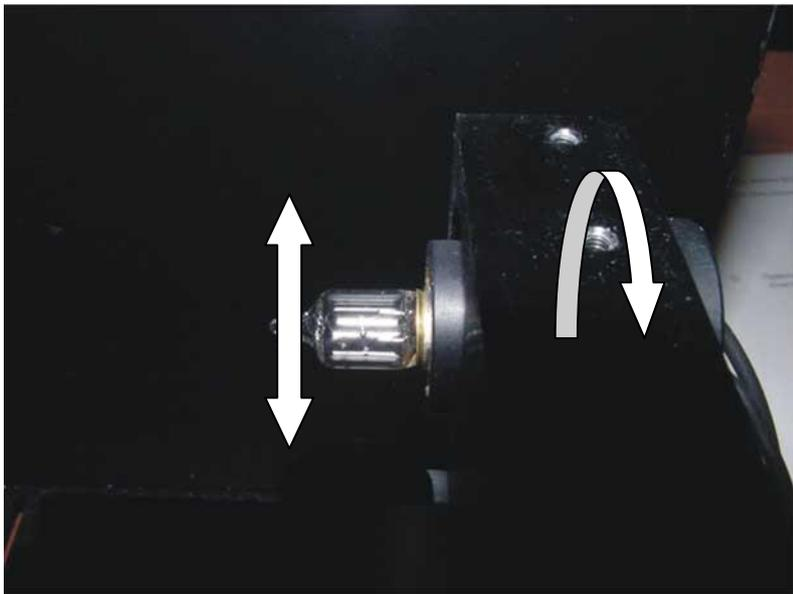

Рис. 6
6. Расположите новую лампу так, чтобы нить накала была в вертикальном положении, и вставьте её на место старой (Рис. 6):